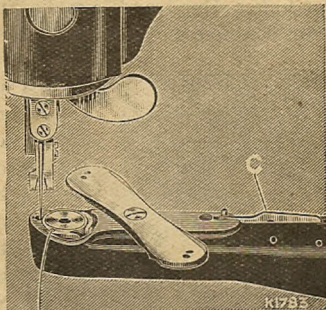

Abbildung 9
Nach dem Einfädeln des Schiffchens drehe man das Schwungrad, bis der aufrechte Teil des Schiffchenträgers nach rechts zeigt und bringe das Schiffchen mit der Spitze nach vorn bzw. nach rechts zeigend an seinen Ort, wie Abbildung 9 zeigt, lasse die Nadelstange auf ihren höchsten Punkt gehen, drücke auf den Hebel (C) und drehe die Stichplatte zurück in die zum Nähen richtige Lage.